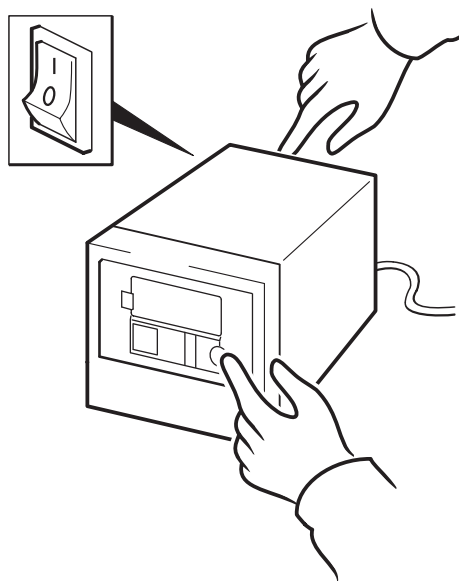

Figura 14b: hp obdr, fase 2
- 2 Tenere premuto il pulsante di espulsione. Tenendo premuto il pulsante di espulsione, accendere il caricatore automatico (vedere la figura 14b). In tal modo il dispositivo all'accensione verrà impostato sulla modalità HP One-Button Disaster Recovery. Rilasciare il pulsante non appena il display LCD visualizza il messaggio "OBDR Mode".